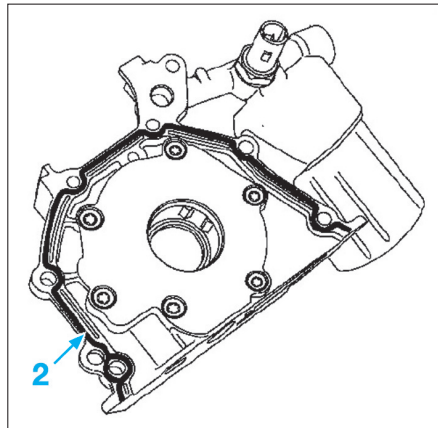

Fig. 16
L'étanchéité de la pompe à huile s'effectue avec du RHODORSEAL 5661, le cordon (2) doit avoir une largeur de 1,3 mm (Fig.16).